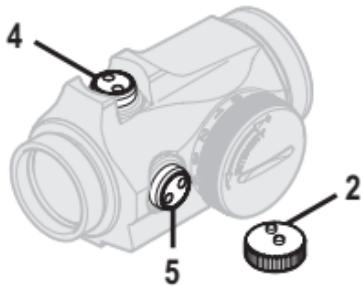

Рис. 3. Колпак
- d. Для проворачивания регулировочных винтов используйте колпак регулировочного механизма (2) или ключ (13А). Установите выступы колпака регулировочного механизма (2) в углубления регулировочных винтов (4) и (5). См. рисунок 3.